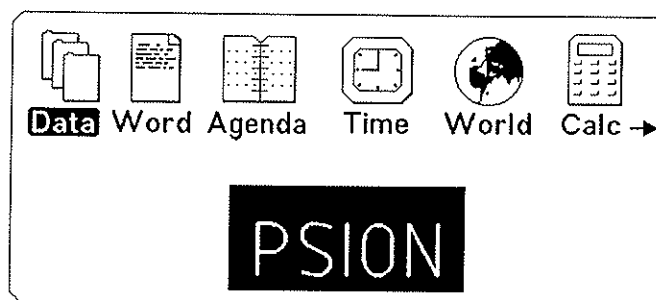

figure 5-11: L'écran de système sans application de communication
- Sélectionner à l'aide des flèches verticales [↑] & [↓] la langue Française (cette ligne est accentuée) et confirmez ce choix en appuyant la touche [ENTER]. Il apparaît maintenant l'écran d'enregistrement suivi de l'écran du système comme dans la figure 5-11.